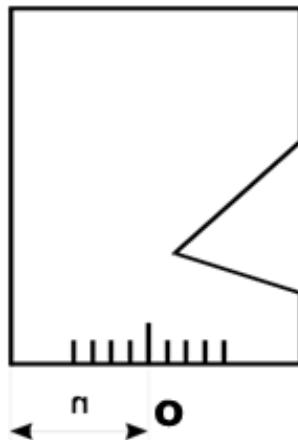

Рисунок 5.16 – Точка О выхода луча, отмеченная на боковой поверхности корпуса ПЭП
5.6.6. Если продолжить линию пропила V1 на ПЭП, то получим точку О выхода луча, которая, обычно, отмечается на боковой поверхности корпуса ПЭП (рис. 5.16).